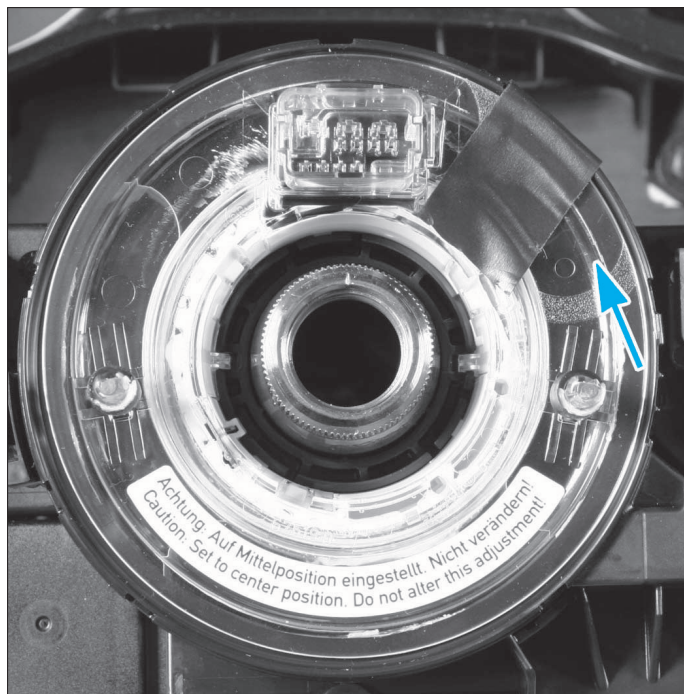

FIG. 24
- à l'aide d'un ruban adhésif, immobiliser le capteur d'angle de volant afin de ne pas le tourner par inadvertance (Fig.24).